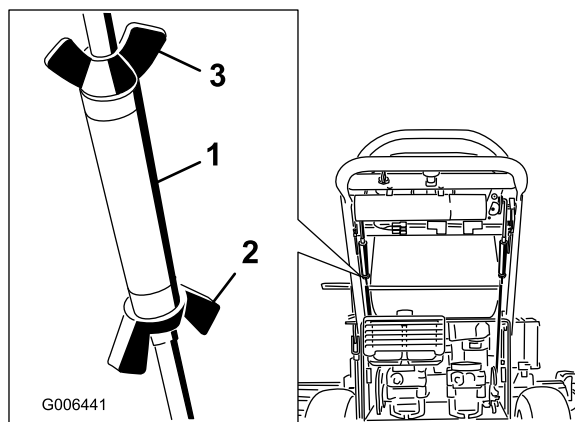

Figura 32
3. Allentate i dadi ad alette sull'asta di comando destra e ruotate il tornichetto verso l'interno o verso l'esterno per assicurarvi che la leva di controllo destra sia centrata in posizione di blocco in folle. Fissate il tornichetto in posizione con i dadi ad alette (Figura 32).
4. Allentate i dadi ad alette sull'asta di comando sinistra e ruotate il tornichetto verso l'interno o verso l'esterno per cambiare l'allineamento. Fissate il tornichetto in posizione con i dadi ad alette (Figura 32).